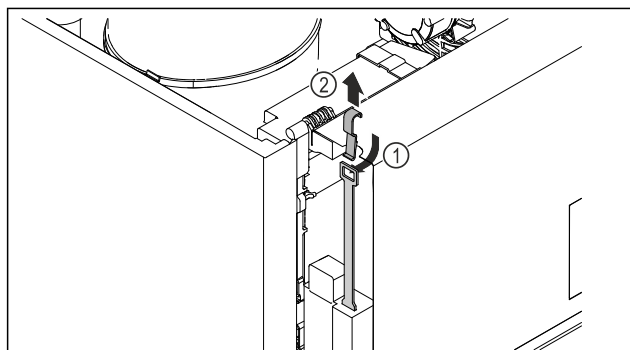

Fig. 209
- Inserire la chiave di sblocco di emergenza dall'alto Fig. 209 (1), agganciarla alla serratura e tirarla verso l'alto Fig. 209 (2).